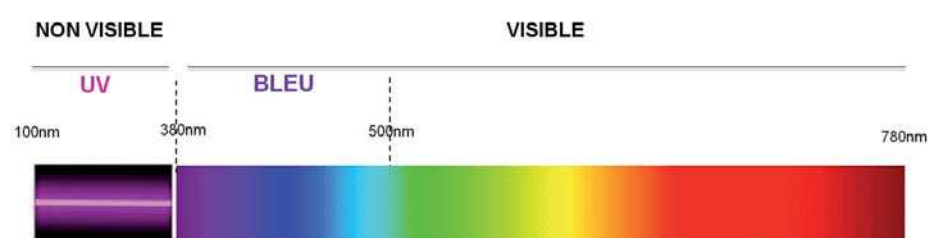
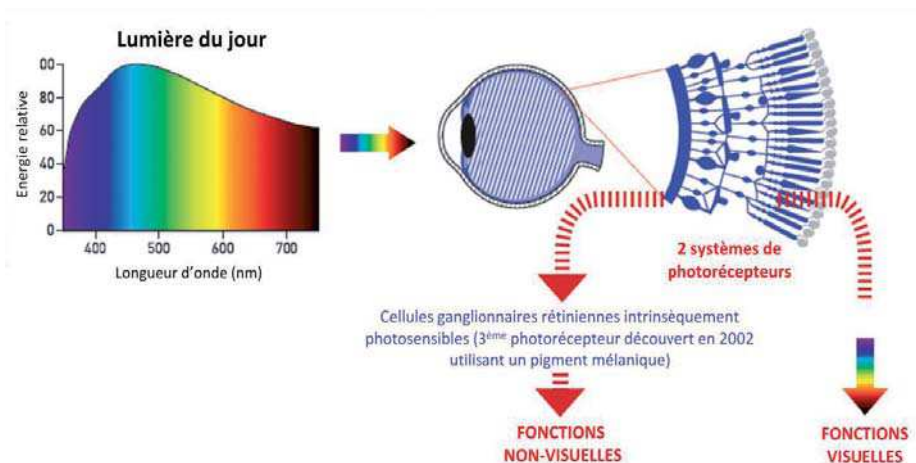
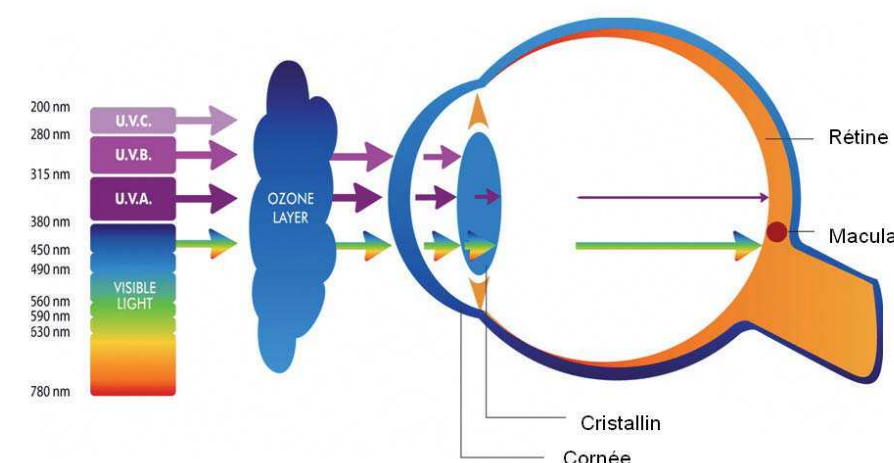

Fig. 1 : Ondes lumineuses visibles : on reconnaît les couleurs de l'arc-en-ciel (rouge, orange, jaune, vert, bleu, indigo, violet).
Fig. 2 : La lumière visible gère les fonctions visuelles et non-visuelles.
Fig. 4 : La lumière bleue et plus précisément la lumière bleu-violet est un des facteurs pouvant contribuer à l'apparition de la DMLA.
Fig. 1: Le patient présente une couronne branlante sur l'incisive centrale gauche supérieure. – Fig. 2: Fracture – Fig. 3: Implant placé. – Fig. 4: Papille interdentaire déficiente (triangles noirs) résultat d'une chirurgie d'implant. – Fig. 5: Produits de comblement cutané utilisés pour restaurer le volume interdentaire et éliminer les triangles noirs. – Fig. 6: Le sourire est limité du fait du vieillissement facial. – Fig. 7: Une vue rapprochée fait apparaître de nombreuses fissures au niveau des facettes existantes faites de céramique à faible résistance. – Fig. 8: Le patient fait apparaître une suroccclusion marquée. – Fig. 9: La patiente montre un sourire beaucoup plus large après la restitution de volume des joues et du visage inférieur avec des produits de comblement cutané. – Fig. 10: Les incisives centrales présentent des marges gingivales inégales.
Il y a quelques années cette patiente a eu 2 couronnes 100 % céramique posées sur ses incisives centrales supérieures. Elle a eu également des facettes au niveau ses dents supérieures et inférieures (Figure 1). Un jour, elle a senti que la couronne de son incisive centrale supérieure gauche (dent N° 21) présentait un jeu, et elle est venue au cabinet en se plaignant qu'elle avait une dent qui « branlait ». J'ai touché la dent, et c'était rien de le dire, elle branlait ! Après une radio, il fut tout de suite évident qu'elle présentait une fracture horizontale (Figure 2). Toute restauration de cette dent étant de toute évidence inenvisageable, elle fut donc extraite et un implant de niveau osseux mis en place (Figure 3). L'implant fut restauré avec une couronne Procera (Nobel Biocare), et la patiente put retrouver la stabilité très appréciée de cette dent. En revanche, elle apprécia beaucoup moins la création d'une papille interdentaire déficiente connue sous le nom de « triangles noirs » (Figure 4). Il s'agit de l'un des défis esthétiques les plus frustrants qui peut survenir avec tout type d'implant ou de procédure de pose de
La lumière s'étend sur des longueurs d'onde de 100 à 780 nanomètres. La gamme des UV du spectre électromagnétique est comprise entre 100 et 380 nm (Fig. 1). Cette plage est divisée en trois bandes spectrales :
La lumière visible, dite « blanche » est essentielle pour la perception des couleurs, des contrastes et l'acuité visuelle. Elle est également indispensable pour réguler de nombreuses fonctions non-visuelles. (Fig. 2)
- Contrairement aux rayonnements UV, la lumière visible atteint la rétine dans de grandes proportions. La lumière de plus haute énergie atteignant la rétine est la lumière bleue. (Fig. 4)